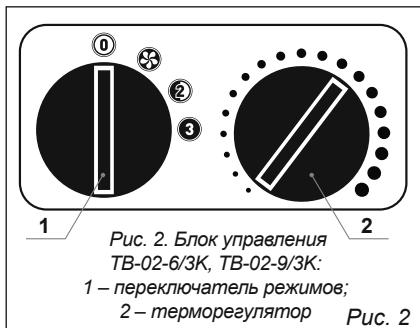

Рис. 2
Перед включением тепловентилятора в сеть ручка переключателя режимов 1 (рис. 2) должна находиться в положение «0» (❶), а ручка терморегулятора 2 повернута в крайнее против часовой стрелки положение.